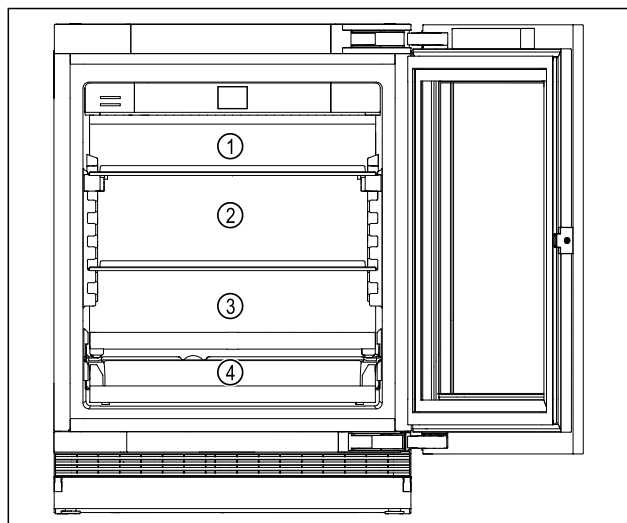

Fig. 5 Voorbeeldweergave
- ▶ Bovenste bereik Fig. 5 (1): Boter, kaas, conserven en tubes bewaren.
- ▶ Middelste bereik Fig. 5 (2): Verpakt fruit en verpakte groenten, taarten en cakes bewaren.
- ▶ Onderste bereik Fig. 5 (3): Bederfelijke voedingsmiddelen zoals kant-en-klaarmaaltijden, vis, vlees en worstproducten bewaren.
- ▶ Drankenrek Fig. 5 (4): Blikjes, kleine flesjes bewaren.